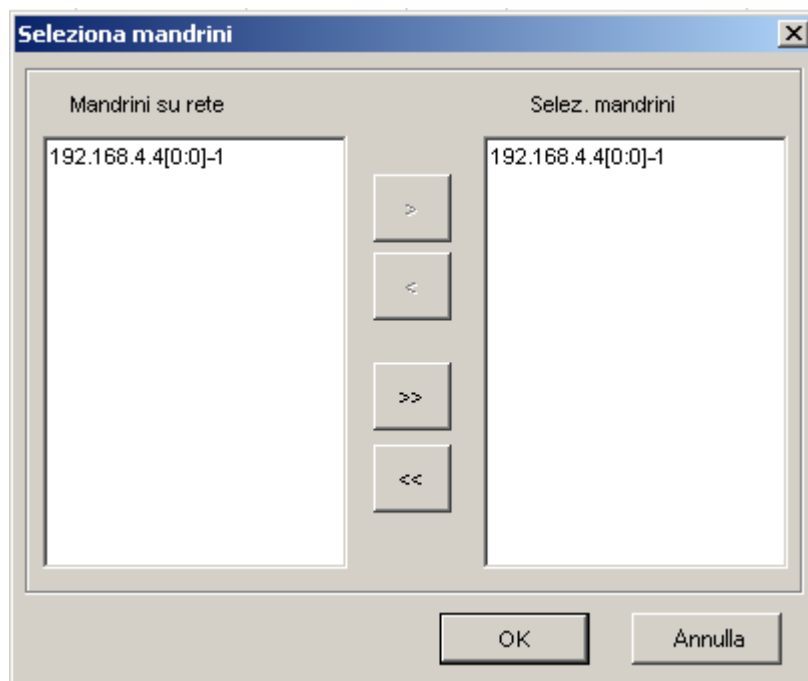

Figura 46 – Seleziona finestra di dialogo mandrino
1. Fare clic sul pulsante **Filtro** sulla schermata **Esegui tutte le visualizzazioni principali** per visualizzare la schermata **Seleziona finestra di dialogo mandrino** mostrata in Figura 46.